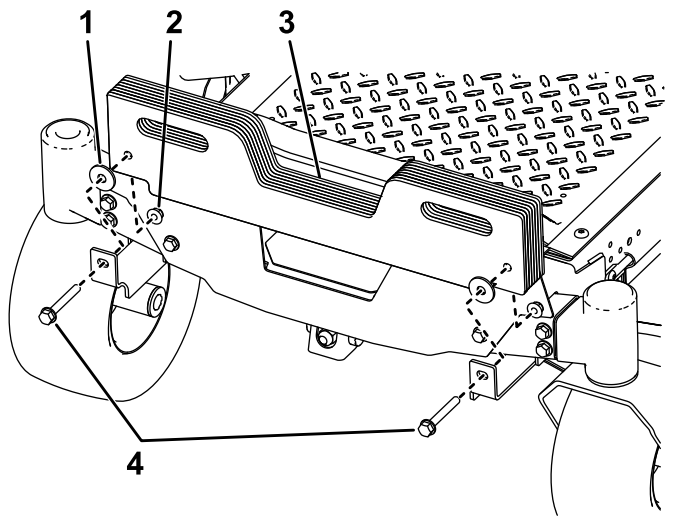

Figura 4
2. Instale os pesos em forma de mala nos suportes de montagem do peso utilizando dois parafusos de carroçaria ($\frac{5}{8}$ pol. x $2\frac{3}{4}$ pol.), duas anilhas e duas porcas de bloqueio ($\frac{3}{8}$ pol.) como se mostra na Figura 4.